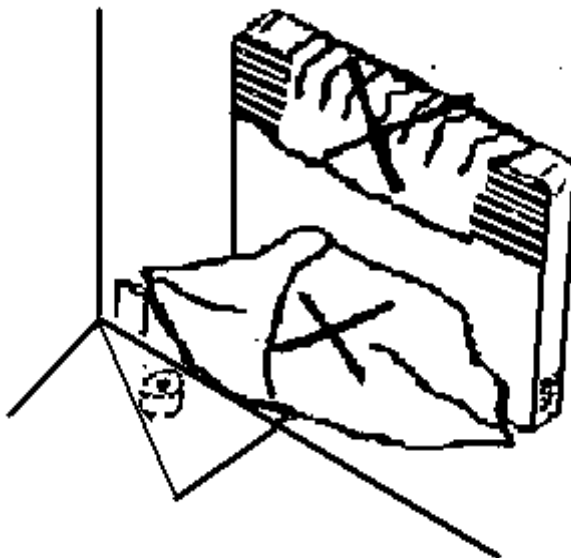

Рис. 10.
**Категорически запрещается перекрывать либо полностью или частично забивать верхние (на выпуске воздуха) или нижние решетки во избежание поломки или ухудшения работы прибора (рис.10).**